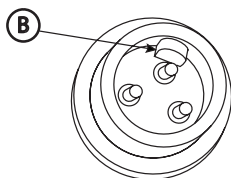

Figura 14. Conector macho
3. En el conector macho correspondiente, localice la lengüeta de llave (B) según se muestra en la Figura 14.